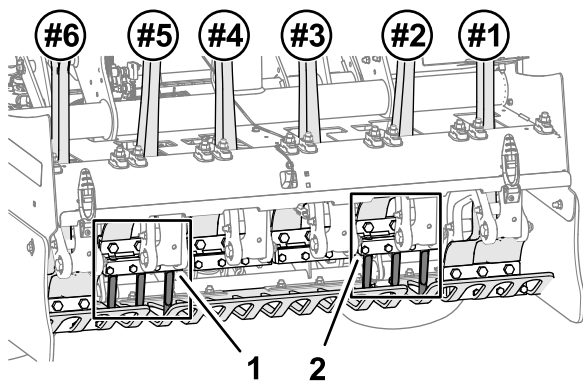
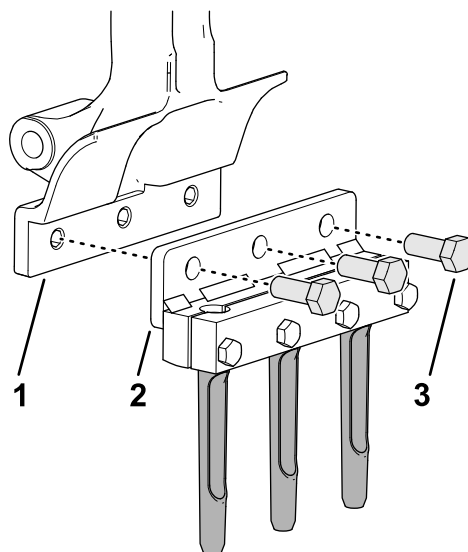

Figura 42
Figura 43
1. Monte provisionalmente el portataladros y los taladros al brazo de taladros n.º 2 (Figura 42 y Figura 43) con 3 pernos ($\frac{1}{2}$ " x $1\frac{1}{4}$ ").